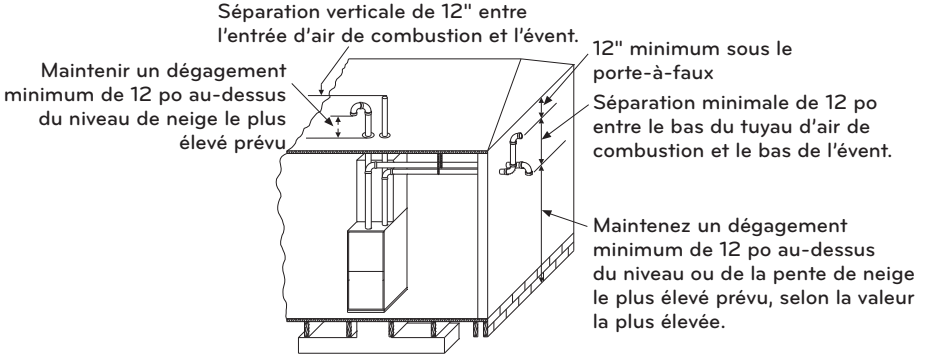
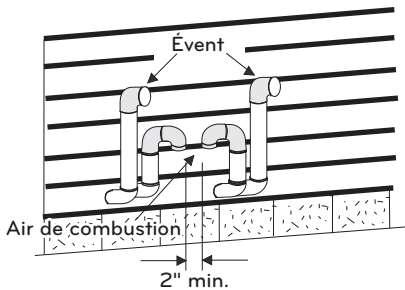

Fig.7-4 Configuration de terminaison 2 Tuyau
Fig.7-6 Double entrée d'air de combustion horizontale et terminaison de l'évent
- Des systèmes de ventilation directe doivent être installés de manière à ce que l'évent et les conduites d'air de combustion se terminent dans la même zone atmosphérique. Reportez-vous aux figures 7-4 ou 7-5.
Le côté air de combustion de la configuration à deux tuyaux illustrée à la figure 7-4 peut être installée de manière à ce que le tuyau d'air de combustion se termine comme décrit dans les sections sur l'air de combustion extérieur ou l'air de combustion ventilé dans ces instructions. Suivez les instructions pour l'air de combustion extérieur ou l'air de combustion ventilé et les instructions pour l'installation du système de ventilation avec la terminaison de l'évent comme indiqué sur les figures 7-6 ou 7-7. Le système à deux tuyaux doit avoir un tuyau d'air de combustion séparé et un tuyau de ventilation distinct pour chaque fournaise.
Il s'agit d'une configuration à évacuation directe où l'air de combustion est fourni par un tuyau en PVC ou en ABS qui est relié au raccord en PVC fixé au four et se termine dans la même zone atmosphérique que l'évent. Ce type d'installation est homologué sur tous les modèles. Reportez-vous à la figure 7-6.
L'air de combustion est fourni à partir de la zone environnante du four par des ouvertures dans le carter du four. L'air de combustion et les tuyaux d'aération ne se terminent pas dans la même zone atmosphérique. Reportez-vous à la figure 7-4 pour les terminaisons d'évent. Reportez-vous à « Alimentation en air de combustion ambiant » pour une installation correcte. Reportez-vous à la Fig.7-6.